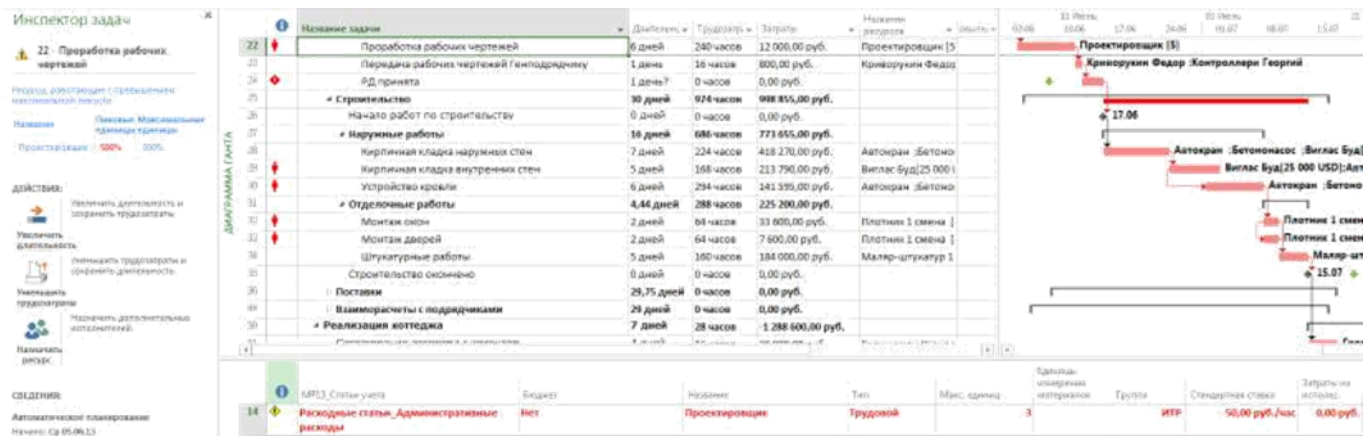

Рисунок 69 – Критические ресурсы критического пути
2. На закладке «Вид» в области «Комбинированный режим» поставить галочку «Детали» и выбрать, например, «Лист ресурсов», Рисунок 69.